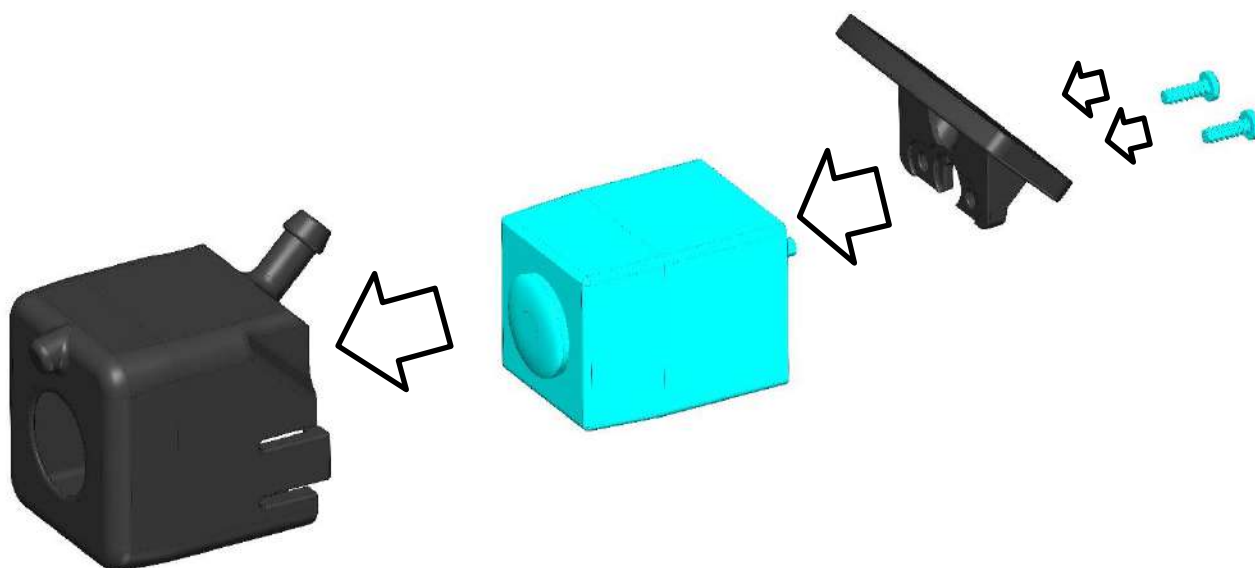

Рисунок 2. Установка камеры в корпус омывателя.
- закрепить камеру в корпусе омывателя и зафиксировать кронштейн на камере с помощью саморезов (рис.2);